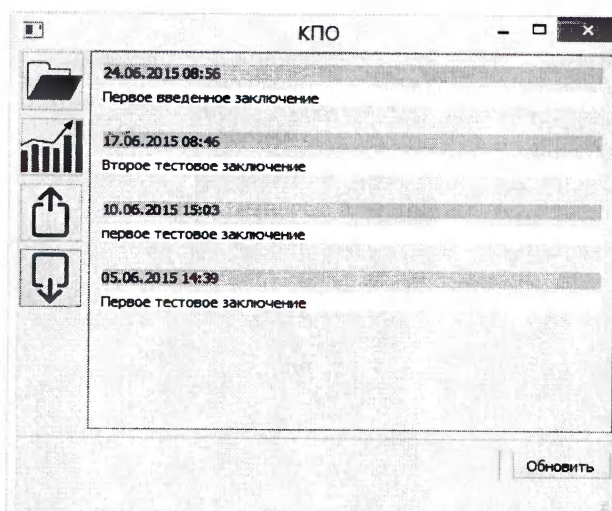

Рисунок 61 - Заключения специалиста
- Если нажать на кнопку «Заключения специалиста» (квадратик и стрелка вниз в панели слева), то откроется вкладка заключений (рисунок 61). Во вкладке выводятся все существующие заключения по данному пациенту. Справа кнопка «Получить заключения специалиста», предназначена для того, чтобы обновить\загрузить заключения из ЦКП.